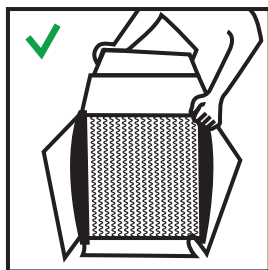
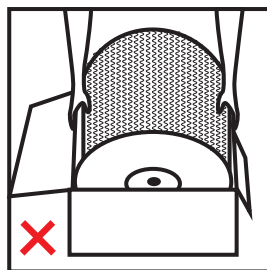
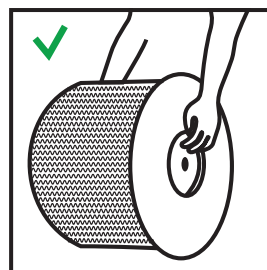

рис. 4
рис. 5
рис. 6
1. Вскрыть ящик, наклонить его и выкатить катушку из ящика (рис. 4). Запрещено вытягивать катушку из ящика за стронки или пружину (рис. 5). Катушку с пружиной переносить только держась за боковые заглушки (рис. 6).